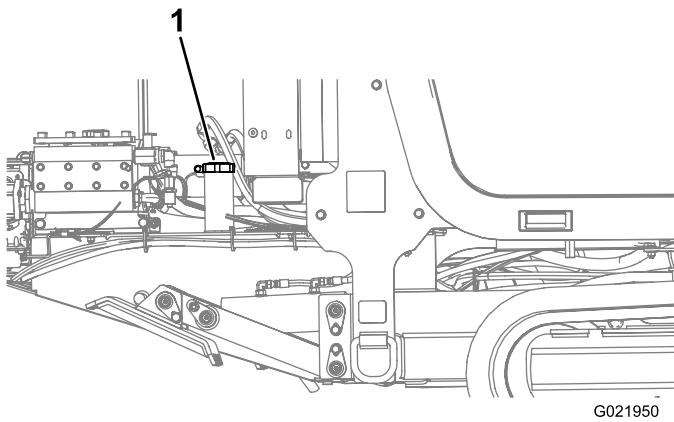

Figura 69
4. Retire a tampa do tanque de combustível. (Figura 69).